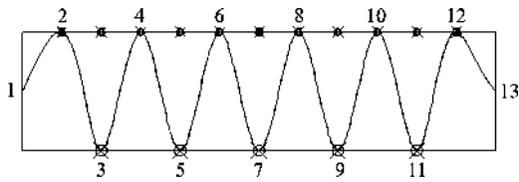

图 1-70 样条曲线各顶点位置
- ① 绘制 100 mm×25 mm 的矩形。
- ② 将矩形分解。
- ③ 将矩形上面的水平线定数等分 12 份,矩形下面的水平线定数等分 6 份。
- ④ 样条曲线按如图 1-70 所示连接相应的等分点并按要求设置终点切向。
- ⑤ 删除辅助的等分点。
指定第一个点或 [方式(M)/节点(K)/对象(O)]: //拾取图 1-70 矩形左侧竖线的中点“1”
输入下一个点或 [起点切向(T)/公差(L)]: //拾取图 1-70 中的“2”节点
输入下一个点或 [端点相切(T)/公差(L)/放弃(U)]: //拾取图 1-70 中的“3”节点
输入下一个点或 [端点相切(T)/公差(L)/放弃(U)/闭合(C)]: //拾取图 1-70 中的“4”节点
输入下一个点或 [端点相切(T)/公差(L)/放弃(U)/闭合(C)]: //拾取图 1-70 中的
输入下一个点或 [端点相切(T)/公差(L)/放弃(U)/闭合(C)]: //拾取图 1-70 矩形右侧竖线中点“13”